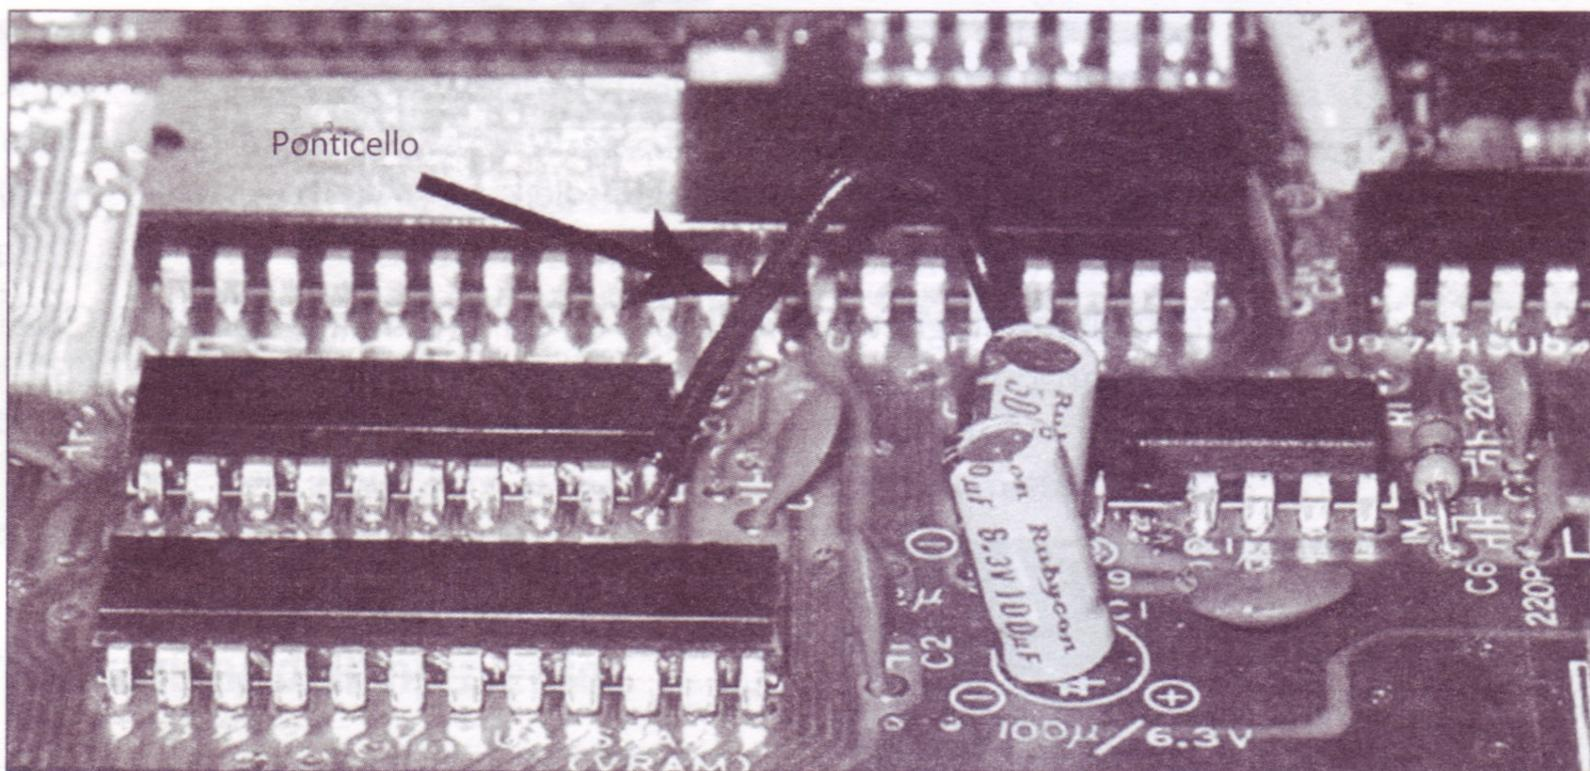

Figura 6.32 Ponticello di filo saldato tra i due piedini.
- Ora spelate circa 3 mm dell'isolamento in plastica di ciascuna estremità del filo lungo 5 cm. Saldate un'estremità al conduttore del piedino 4 appena tagliato e l'altra estremità al piedino 10 di U2 (indicato con U2 74LS373 sulla serigrafia). Con il ponticello di filo saldato in posizione, il sistema dovrebbe presentarsi come nella Figura 6.32.
Prima di iniziare con questo intervento aggiuntivo rimuovete il filo che funge da ponticello (visibile nella Figura 6.32), nel caso in cui ne abbiate aggiunto uno, poi procedete come descritto di seguito.